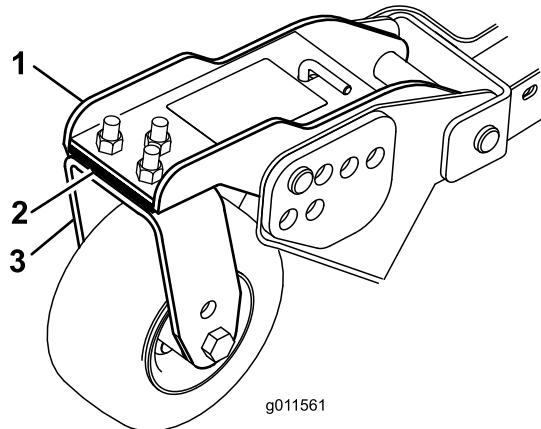

**Figura 109**
1. Afloje las contratuerças de la parte superior o inferior del perno en U de la cadena de altura de corte (Figura 109).